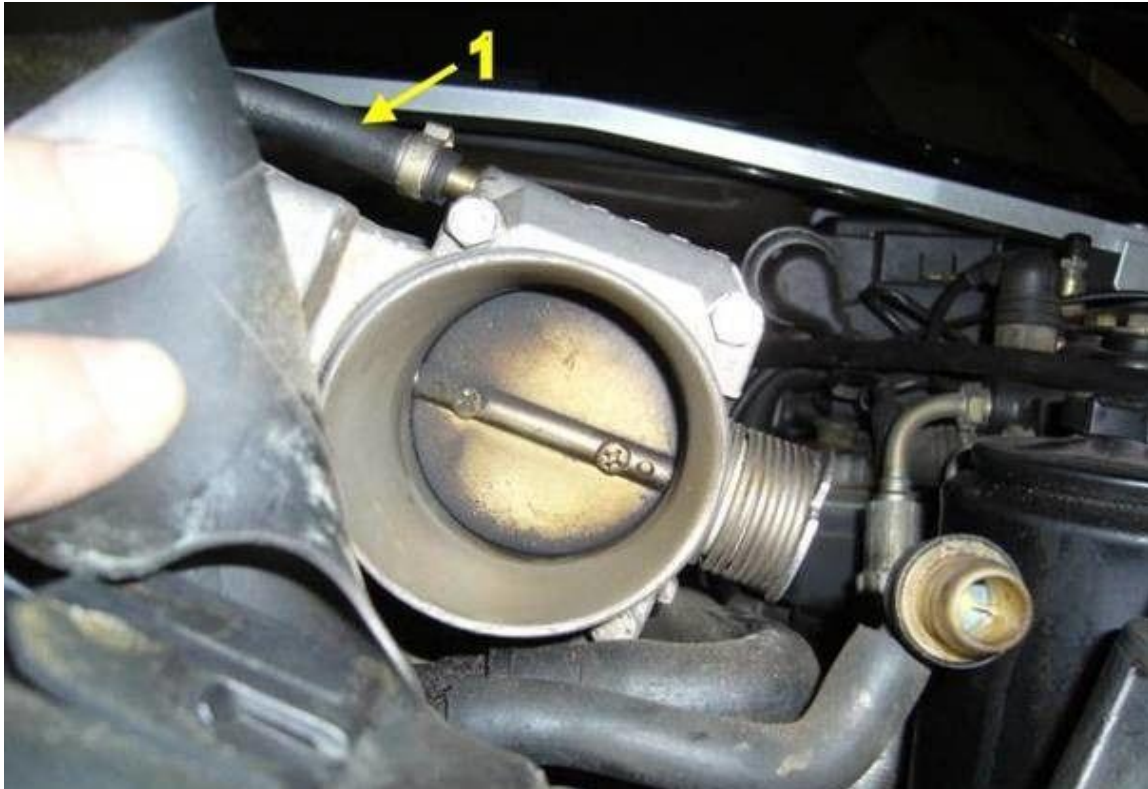

Bild 4: Blick in die Drosselklappe, die Dreckige
- Falls der Wagen über einen Kaltlaufregler verfügt (GAT-KAT o. Ä.), müssen die Luftschläuche (1 in Bild 4) ebenfalls abgezogen werden.